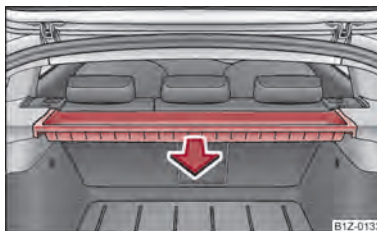

Fig. 90 Demontarea compartimentului de depozitare
- Prindeți carcasa cu ambele mâini și trageți în sensul săgeții ⇒ fig. 90.